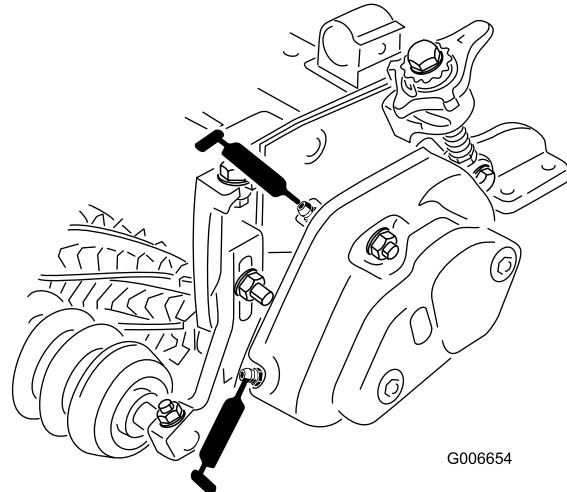

Bild 14
25. Füllen Sie jedes Spindellagergehäuse mit Schmiermittel (**Bild 14**). Überflüssiges Schmiermittel tritt zwischen den inneren Dichtungen und den Dichtungsschutzvorrichtungen aus.
26. Schmieren Sie alle Groomerlager ein (höchstens 2 oder 3 Pumpenstöße) (**Bild 14**). Schmieren Sie nicht zu stark ein, da die Dichtung sonst ausfallen kann. Wischen Sie überflüssiges Schmiermittel ab.